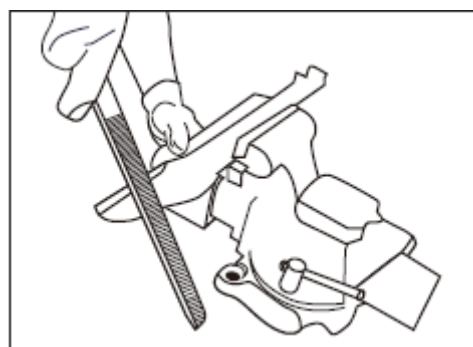

Fig. 17
- Serrez la lame dans un étau (voir fig. 17).